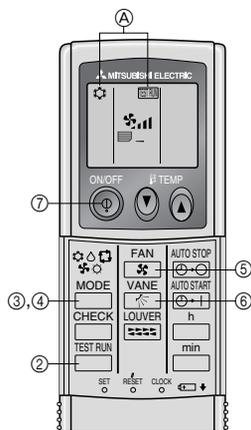

Fig. 7-2
7.2.2. Uso del comando a distanza senza filo (Fig. 7-2)
- ① Attivare l'alimentazione almeno 12 ore prima della prova di funzionamento.
- ② Premere due volte continuamente il pulsante . (Avviare questa operazione con il display del comando a distanza spento.)
- ③ Premere il pulsante per attivare il modo e controllare poi se l'aria fredda viene soffiata dalla sezione interna.
- ④ Premere il pulsante per attivare il modo (riscaldamento) e controllare se l'aria riscaldata viene soffiata dall'unità.
- ⑤ Premere il pulsante e verificare se la velocità del ventilatore cambia.
- ⑥ Premere il tasto e controllare se le alette automatiche si muovono correttamente.
- ⑦ Premere il pulsante di accensione/spegnimento ON/OFF per arrestare la prova di funzionamento.